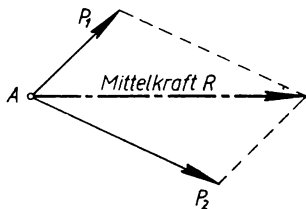

Bild 30
**152.** Wie kann man zwei im Punkte  $A$  eines Körpers angreifende Kräfte  $P_1$  und  $P_2$  (Bild 30) zu einer „Mittelkraft“ oder „Resultierenden“ vereinigen, die dieselbe Wirkung ausübt wie jene beiden „Seitenkräfte“ oder „Komponenten“?